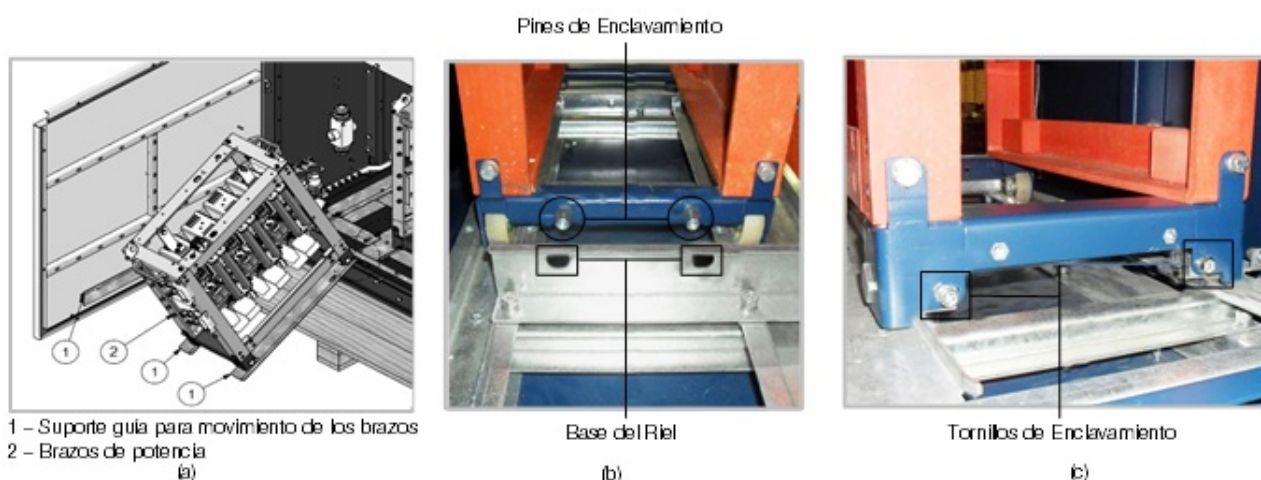

Figura 5.11 (a) a (c): Detalles del proceso de inserción de los brazos
1. Levante el brazo hasta la altura necesaria y lo empuje en los rieles en la base del armario. Conforme la figura 5.11 \(a\).
2. El brazo debe ser insertado hasta que los pines de enclavamiento ubicados en la parte trasera del brazo sean encajados en la base del riel. Conforme la figura 5.11 \(b\).
3. Colocar los tornillos de enclavamiento ubicados en la parte frontal inferior del brazo. Conforme la figura 5.11 \(c\).